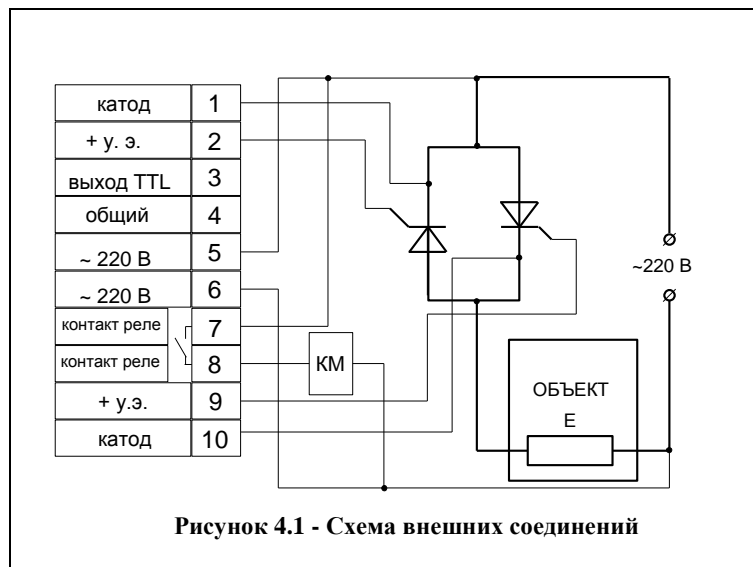

Рисунок 4.1 - Схема внешних соединений
4.1 Подключите прибор к внешним устройствам согласно схеме внешних соединений (Рисунок 4.1).